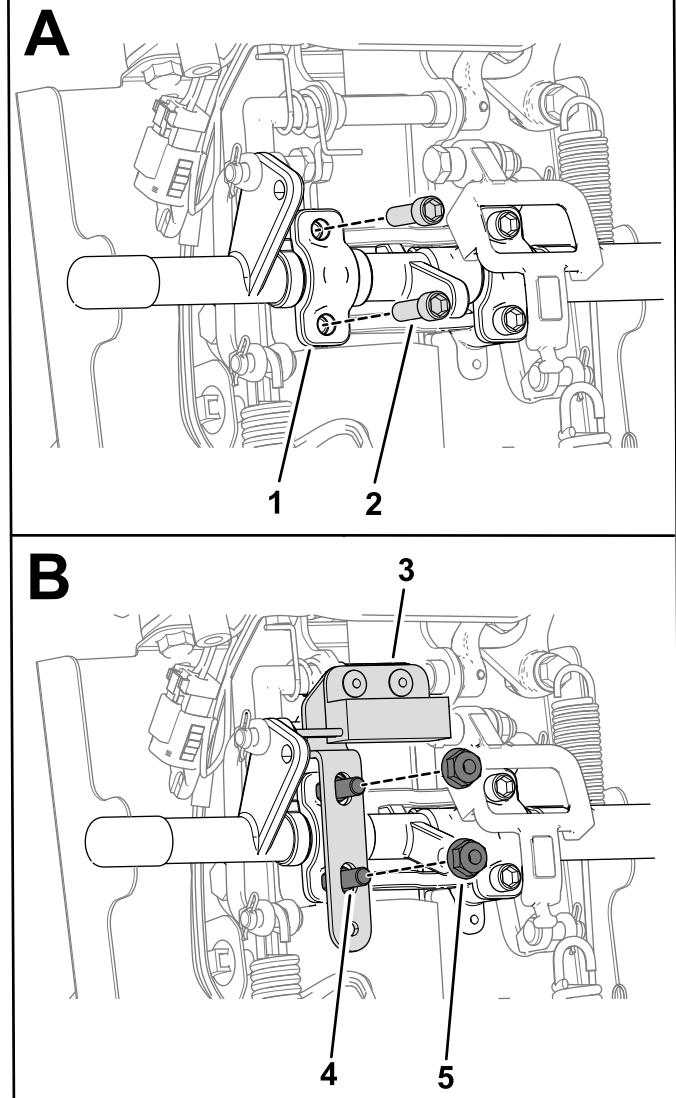

图 10
1. 从控制轴的隔片上卸下六角头螺丝图 10。
2. 用 2 个双头螺丝和 2 个凸缘螺母 $\frac{1}{4}$ 英寸将接近传感器组件固定到控制轴上图 10。